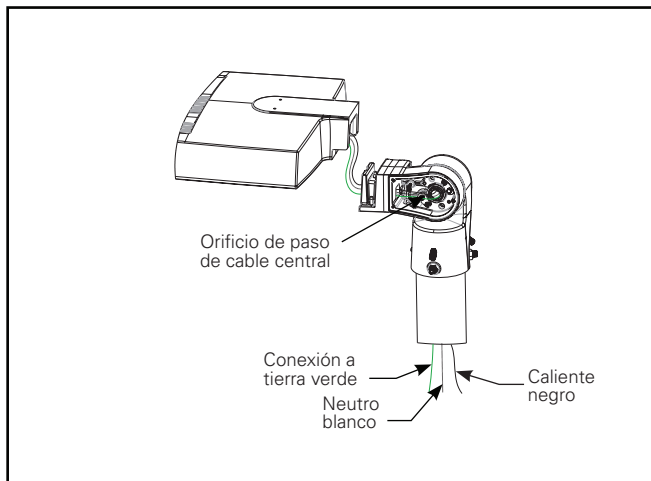

Figura 7.
- Aflobe los dos pernos de ajuste dentro del brazo en las ranuras. No quite completamente los pernos. Ajuste el brazo a la posición deseada y vuelva a apretar los pernos de ajuste a 20 pies-libras (27 Nm). (Figura 7.)
- Sostenga el luminario mientras lo baja sobre la abrazadera del brazo de montaje y pase los terminales de la fuente de alimentación del luminario a través de la abertura del brazo de montaje en la cavidad del brazo. Continúe enrutando el terminal de la fuente de alimentación del luminario a través del orificio de paso de cables central que conduce a la cavidad del brazo del adaptador deslizante. Permita que el luminario descance completamente sobre la función de listón (Figura 7).